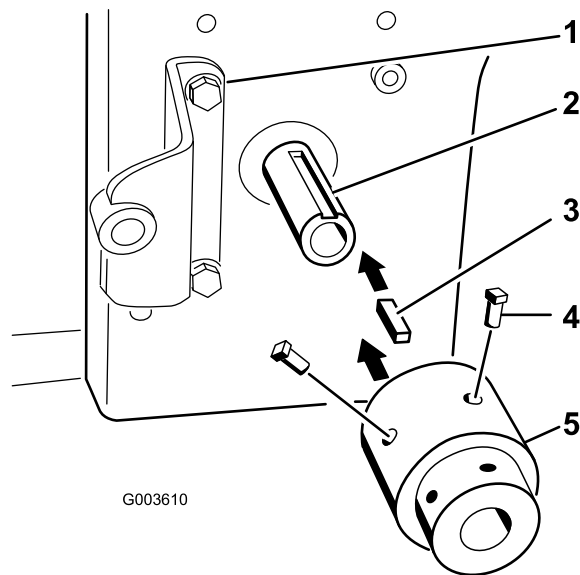

図 19
6. エンジンの PTO シャフトのスロットに角キー (1/4 x 1 インチ) を取り付ける (図 19)。
7. 角キーに整列させて、エンジン PTO にハブ・アセンブリを取り付ける (図 19)。
8. 2本の固定ねじ (5/16 x 3/4 インチ) に 青色 Loctite® を塗って、ハブアセンブリを PTO シャフトに固定する (図 19)。